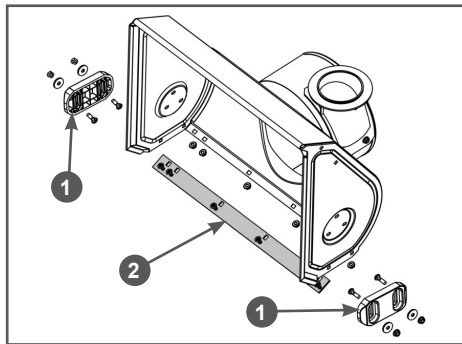

Рис. 32 Обслуживание кожуха шнеков
1. Открутите гайки крепления ползков 1 (Рис. 32) и снимите ползки с кожуха шнеков.
2. Установите новые ползки и закрепите их четырьмя болтами и гайками (Рис. 32). Перед окончательной затяжкой гаек отрегулируйте высоту заборя снега.
Для наглядности на Рис. 32 кожух шнеков показан без шнеков, редуктора и валов.
1. Открутите гайки крепления и снимите нижнюю накладку 2 с кожуха шнеков (Рис. 32).
2. Установите новую нижнюю накладку и закрепите ее болтами и гайками (Рис. 32).